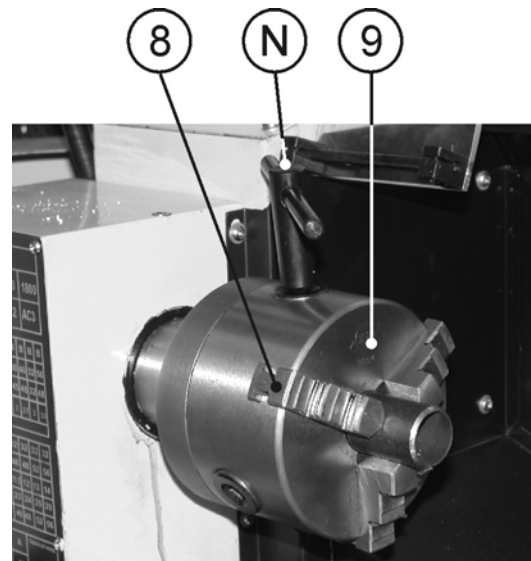

Рис.9
10.1.4. При помощи Т-образного ключа патрона (N) раздвиньте кулачки (8) трёхкулачкового самоцентрирующегося патрона (9), вставьте заготовку и при помощи Т-образного ключа патрона (N) зажмите заготовку в трёхкулачковом самоцентрирующемся патроне (9). Извлеките Т-образный ключ патрона (N) из гнезда трёхкулачкового самоцентрирующегося патрона (9), Рис. 9.
10.1.5. Для замены кулачков (8) вставьте Т-образный ключ (N) в трёхкулачковый самоцентрирующийся патрон (9), вращая Т-образный ключ (N) против часовой стрелки, полностью разожмите кулачки (8) трёхкулачкового самоцентрирующегося патрона (9). После этого кулачки (8) можно извлечь, соблюдая очередность. Для установки кулачков (8) сохраняйте последовательность в обратном порядке, соблюдая очередность кулачков (8), Рис. 9.